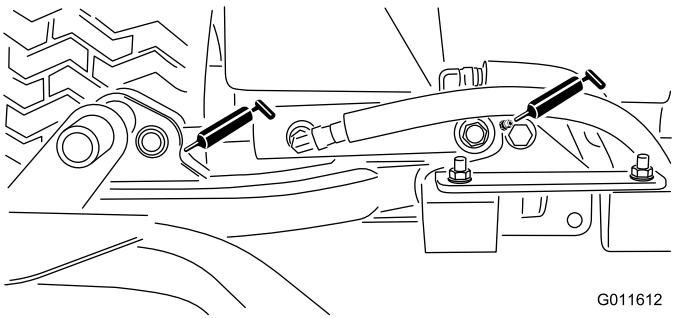

Bild 61
- Hubarmzylinder der Schneideinheit (2)—Bild 61
- Hubarmgelenke (1)—Bild 61